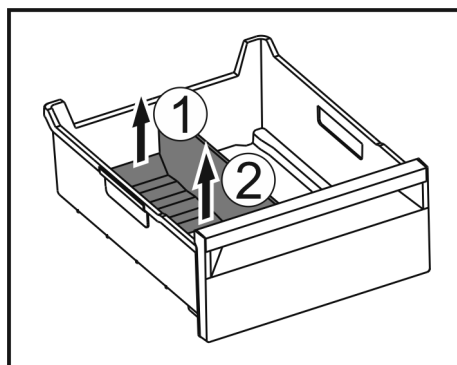

Fig. 232
- ▶ 提升冰格分隔器后部。 Fig. 232 (1)
- ▶ 向上取出冰格分隔器。 Fig. 232 (2)